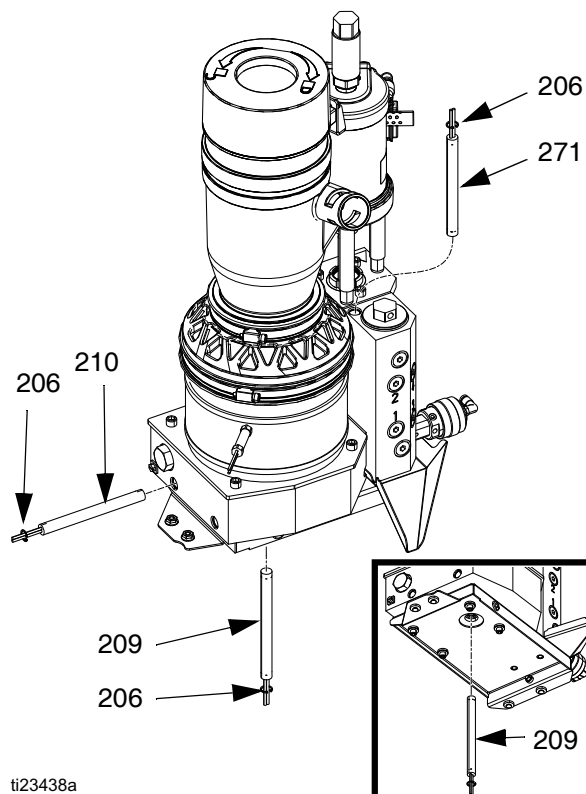

FIG. 42
Smontaggio (vedere FIG. 42):
Rimontaggio (vedere FIG. 42):
2. Installare la resistenza tubolare e il relativo anello di sicurezza (206). Vedere FIG. 42.